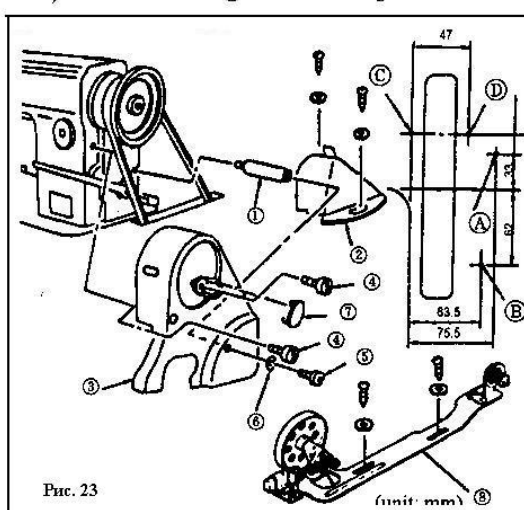
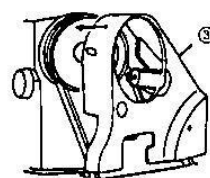
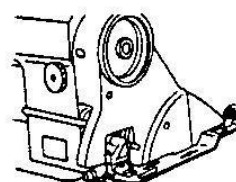

Рис. 23
Рис. 24
Рис. 25
1. При пошиве тяжелых материалов двигайте нитепритягиватель (1) влево в направлении «А», чтобы увеличить длину нити, вытягиваемой нитепритягивателем
2. При пошиве легких материалов двигайте нитепритягиватель (1) вправо в направлении «В», чтобы уменьшить длину вытягиваемой нити.
3. Если линия отметки «С» на нитепритягивателе (1) находится на одной линии с центром нитки, то это стандарт.
17. РЕГУЛИРОВКА КОЖУХА РЕМНЯ И МОТАЛКИ (Рис. 23, Рис. 24, Рис. 25).